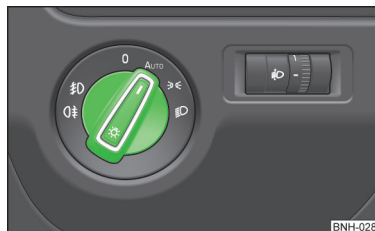

Abb. 38
Ist der Lichtschalter in der Stellung **AUTO** » **Abb. 38**, schalten sich das Stand- und Abblendlicht sowie die Kennzeichenleuchte automatisch ein / aus.
- ✓ Der Lichtschalter befindet sich in der Stellung **AUTO** » Abb. 38.
- ✓ Der Lichtschalter befindet sich in der Stellung **AUTO** » Abb. 38 auf Seite 58.